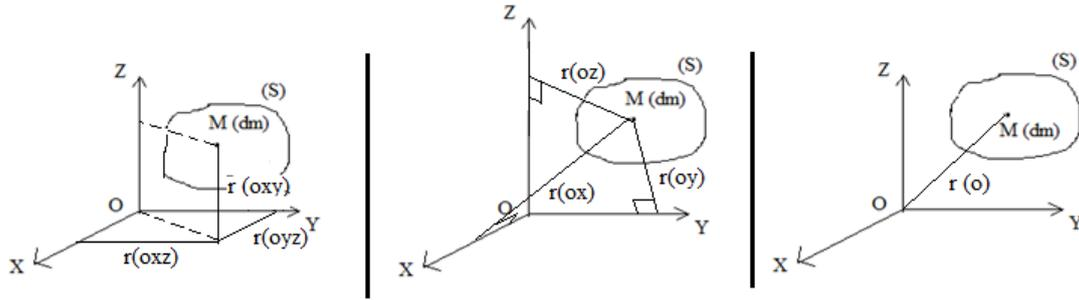

Figure III.15
Soit un repère fixe orthonormé direct $R(O, x, y, z)$, (S) est un système continue, M est un point de ce solide (S) qui a comme composante $M(x, y, z)$ voir Figure III.15 :